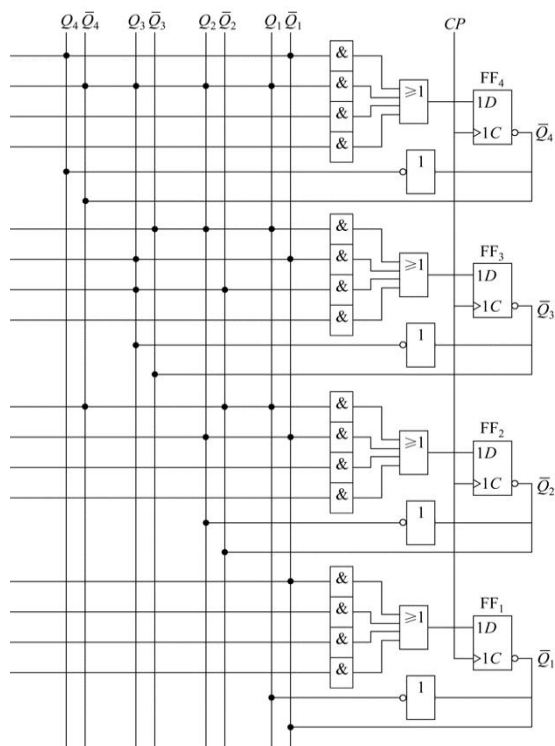

图 3
3、分析如图 3 所示的用 PAL 实现的同步时序逻辑电路，要求: